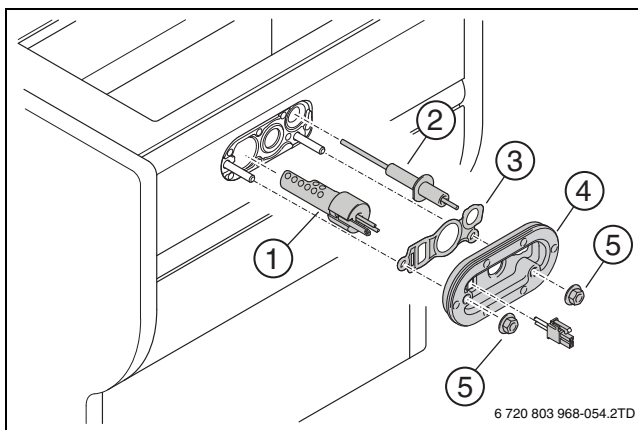

Fig. 66 Sostituzione del dispositivo di accensione
- Ogni 4 anni sostituire la guarnizione (→ fig. 66, [3]) e la piastra di copertura con la guarnizione (→ fig. 66, [4]).